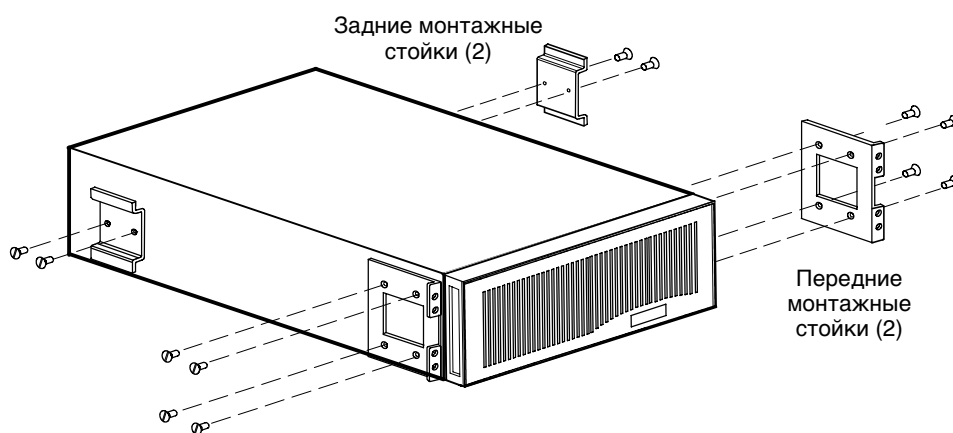

Рисунок 7. Установка переднего и заднего кронштейнов EBM
10. Совместите два передних кронштейна с отверстиями по бокам дополнительного батарейного модуля и закрепите их восемью винтами с потайной головкой M4, входящими в комплект поставки (см. рис. 7).